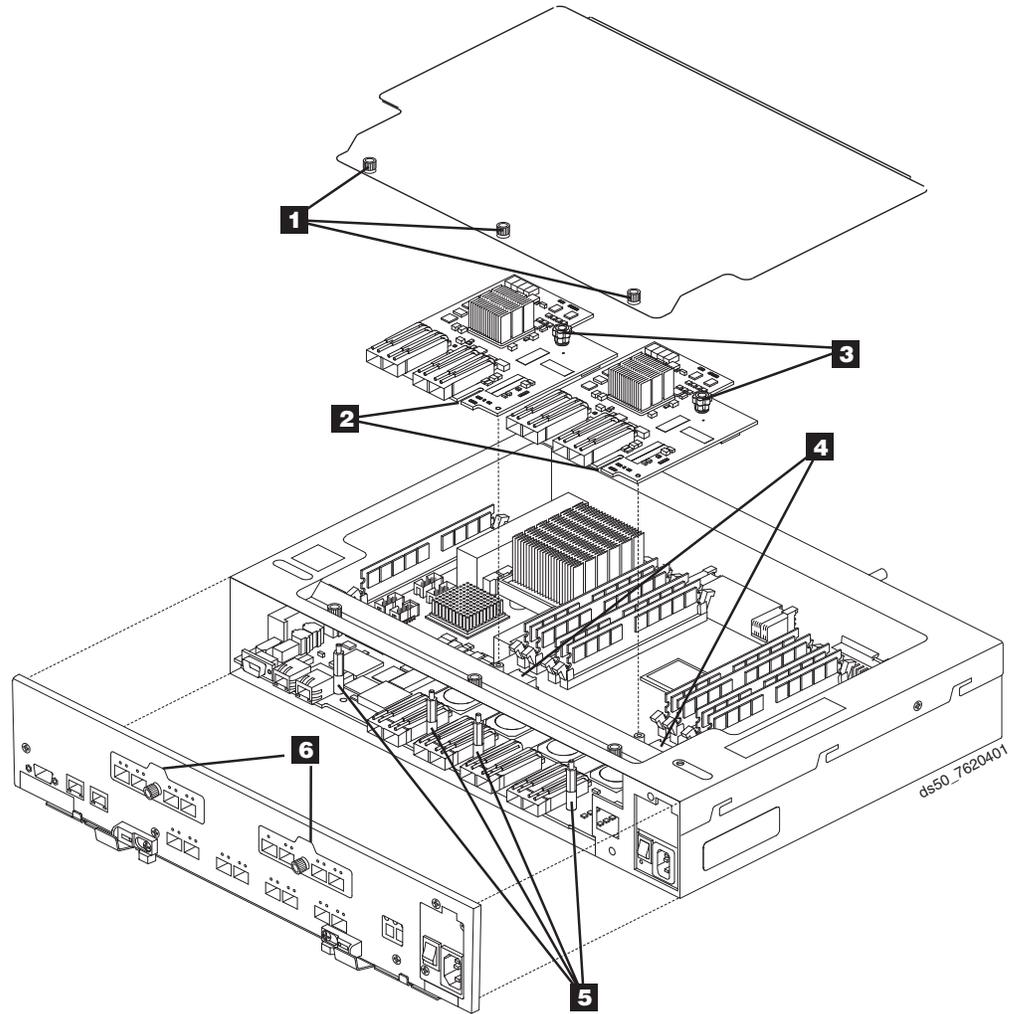

图 112. 卸下控制器外盖并更换主机接口卡
14. 如图 112 所示卸下顶盖。
表 53. 图 112 的描述
22. 使用指旋螺钉来重新安装在步骤 18 中卸下的主机接口卡端口外盖。有关主机接口卡端口外盖的图例说明，请参阅第 167 页的图 112。